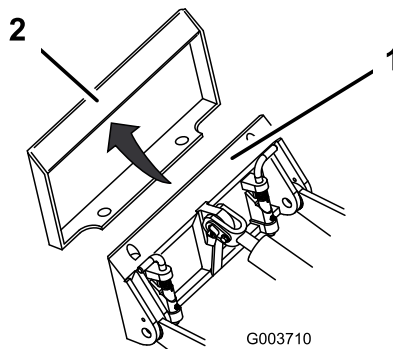

Figure 22
4. Placez la plaque de montage dans le bord supérieur de la plaque réceptrice de l'accessoire (Figure 22).